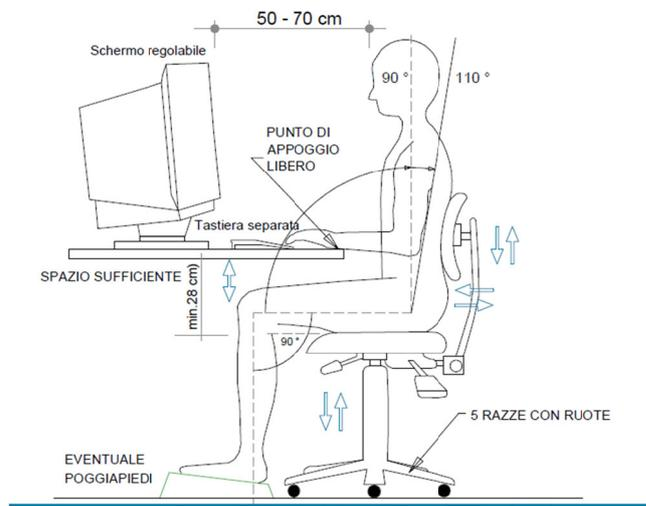

FIGURA 1 – POSTAZIONE DI LAVORO
Con riferimento alla figura 1, i lavoratori addetti e/o gli utenti del laboratorio di informatica:
- Porre il monitor a una distanza di circa 50-70 cm. dagli occhi, regolando lo stesso in modo che sia leggermente più in basso dell'altezza degli occhi (vedi figura 1).